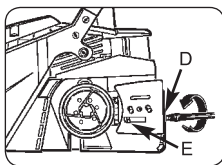

Рис. 3D
3. С помощью отвертки завинчивайте регулирующий винт (D) против хода часовой стрелки до тех пор, пока ведущий элемент (Е) (выступающий наружу зубец) не дойдет до конца своего пути к барабану сцепления и цепному зубчатому колесу (Рис. 3D).